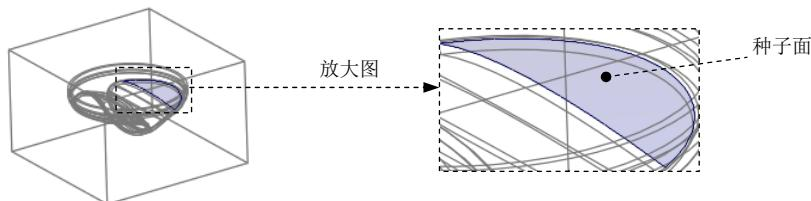

图 11.17 定义种子面
(1) 采用“种子面与边界面”的方法选取所需要的曲面。在屏幕右下方的“智能选取栏”中选择“几何”选项。
(2) 将模型切换到线框模式下。在“模型显示”工具栏中单击“线框显示”按钮 **线框**。
(3) 选取“种子面”，操作方法如下。
① 将模型调整到图 11.17 所示的视图方位，先将鼠标指针移至模型中的目标位置，即图 11.17 中的内表面（种子面）附近，右击，然后在系统弹出的快捷菜单中选取 **从列表中拾取** 命令。
② 在系统弹出的对话框中选择 **曲面:F2(切出)** 选项，此时图 11.17 中的上表面会加亮，该表面就是所要选择的“种子面”。最后，在“从列表中拾取”对话框中单击 **确定①** 按钮。
注意：在系统弹出的对话框中有两个曲面 F2 切出选项，选取的结果要如图 11.17 所示。